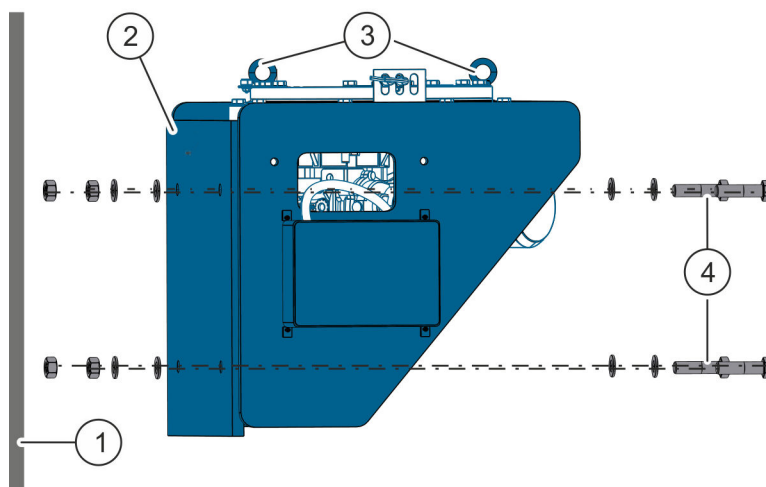

Abb. 12: Schwenkarmbasis
4. ➔ Schwenkarmbasis (Abb. 12/2) gemäß der Ausführungsplanung mit 4 Schrauben und Muttern (Abb. 12/4) an der Gebäudestruktur (Abb. 12/1) montieren.
6. ➔ Montageösen (Abb. 12/3) demontieren.